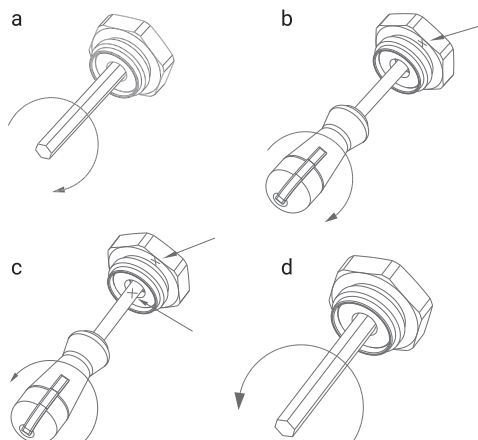

Рис.3.
1. При помощи шлицевой отвертки открутить полностью и вынуть стопорный винт, головка которого находится внутри шестигранного гнезда вентиля. С помощью шестигранного ключа до упора завернуть вентиль (рис. 3а).
2. Снова вставить винт и отверткой закрутить его до упора. В данном положении сделать маркером метку на корпусе вентиля (рис. 3б).
3. Отвернуть винт на требуемое количество оборотов, в соответствии с «Графиком настройки расхода стопорным винтом» (рис. 3с).
4. Отвернуть головку вентиля до упора шестигранным ключом (рис. 3д). Таким образом вентиль настроен на заданный фиксированный расход. В случае закрытия и последующего открытия вентиля, вторичная балансировка не требуется. При заполнении системы теплоносителем, воздухоотводчики должны быть закрыты.